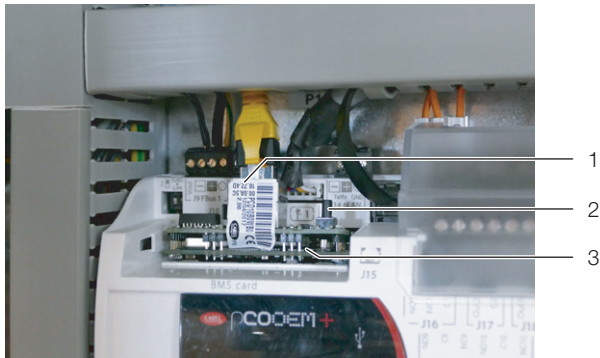

Abb. 41: pCO Web Karte
- Drücken Sie bzw. ggf. eine zweite Person die „Reset“-Taste (Abb. 41, Pos. 2) und halten Sie sie während des Bootvorgangs der Karte für ca. 20 Sekunden gedrückt, bis die Status-LED dreimal langsam blinkt.